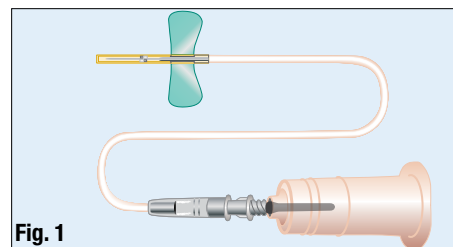

Fig. 1
- Vissez le raccord dans le barillet (**fig. 1**).